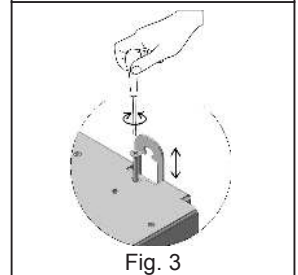

Fig. 3
- b) Bügel für die hintere Nivellierung mit Befestigung durch die mitgelieferte Spreizdübel (Abb. 3)